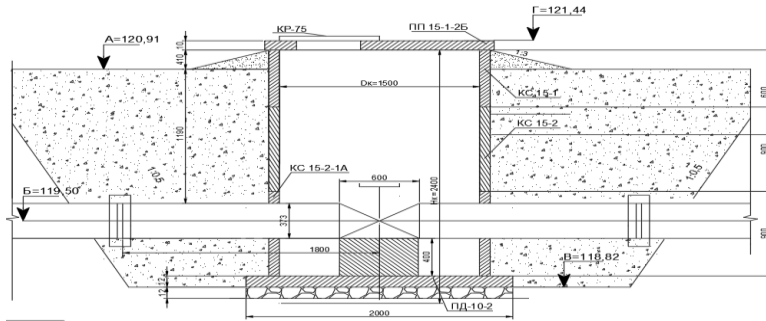

Рис. 21. Планова прив'язка розподільчого колодязя
7. Викреслюємо колодязь в масштабі 1:20 (рис. 21).